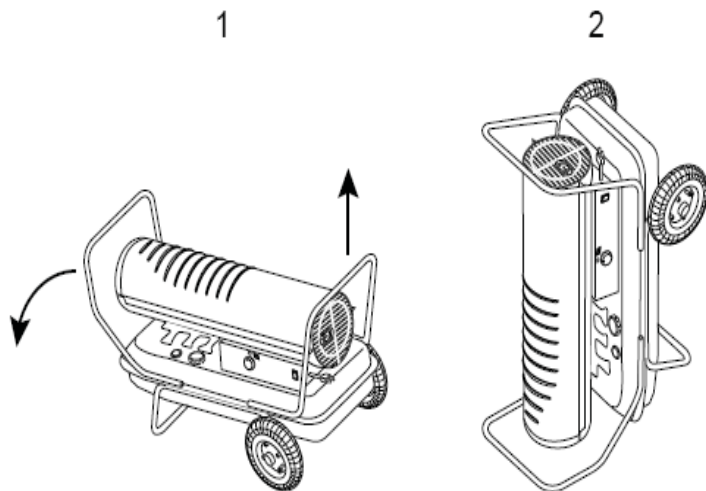

Bild 3
- 7.) Setzen Sie den Heizer vorsichtig auf den Frontbuegel wie in Bild 3 Seite 6 zu sehen.